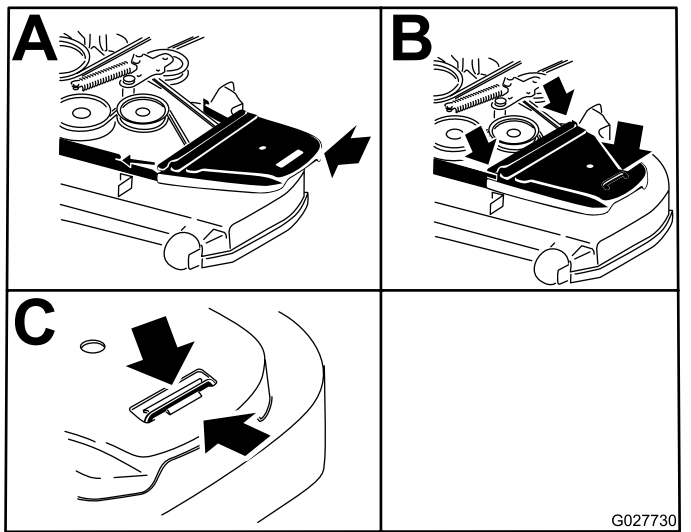

Figura 92
11. Instale as coberturas da correia (Figura 92).